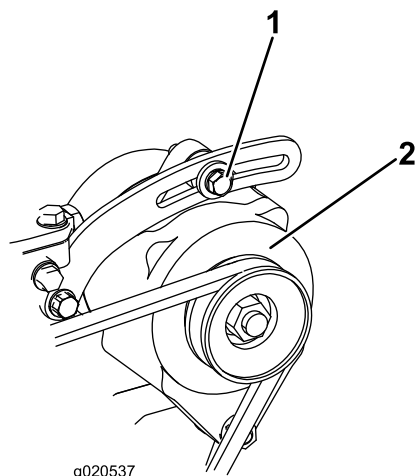

図 146
3. オルタネータ側プーリとクランクシャフト側プーリ間の中央部でオルタネータベルト 図 146 を指で 10kg 程度の力で押してベルトの張りを点検する。
4. オルタネータをブレースに固定しているボルトと、オルタネータのピボットボルトをゆるめる 図 146。